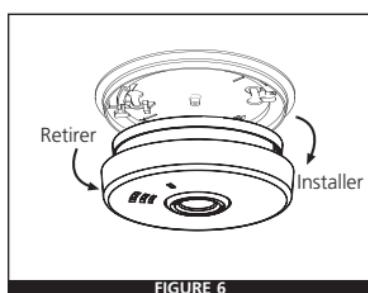

FIGURE 6
- Pour activer le détecteur, installez-le sur le support (Figure 6) et faites pivoter le détecteur dans le sens des aiguilles d'une montre (comme indiqué sur le couvercle du détecteur) jusqu'à ce qu'il se bloque.